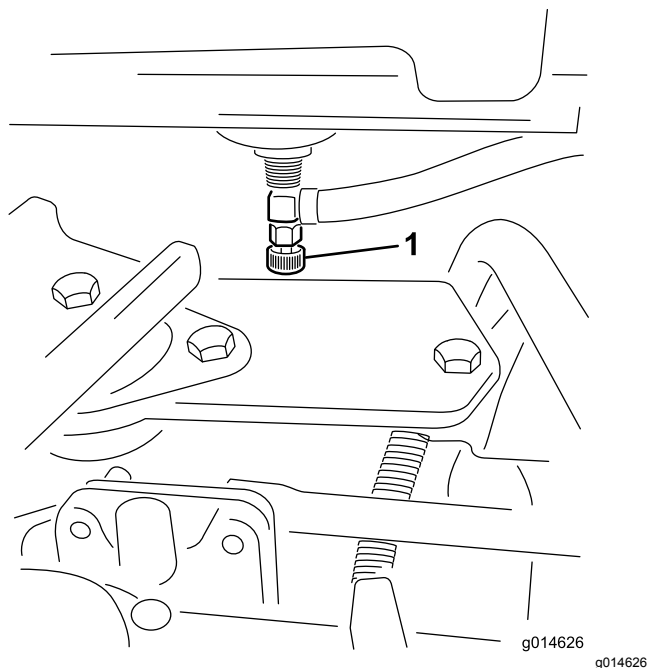

Figura 33
1. Feche a válvula de bloqueio do combustível (Figura 33) por baixo do depósito de combustível.